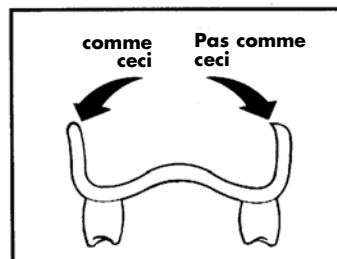

Figure 1 – Réduction / modelage des bords périphériques
1. Réduisez les bords périphériques de la prothèse et modélez les contours comme montré à la Figure 1. Les matériaux TRIAD VLC peuvent servir à prolonger les bords au besoin.